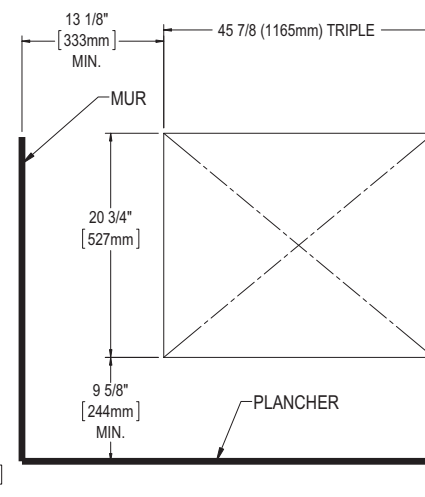

FIG. 3
2. Les unités triples doivent être installées à une distance minimale de 12 po (305 mm) du mur et de 8 po (203 mm) du plancher. Pour connaître l'ouverture d'encastrement des unités triples, se référer à la figure 3.